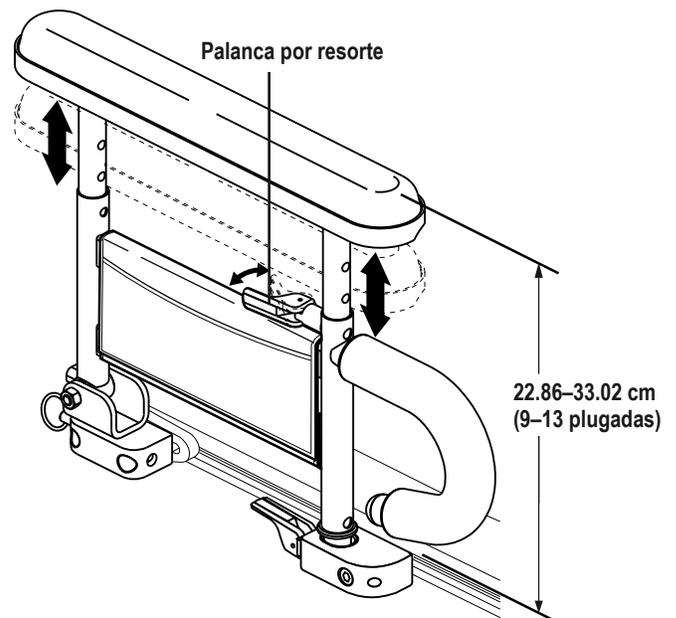

Figura 9. Ajuste de la altura del reposabrazos de dos pies
1. Empuje hacia dentro la palanca por resorte. **Ver figura 9.**